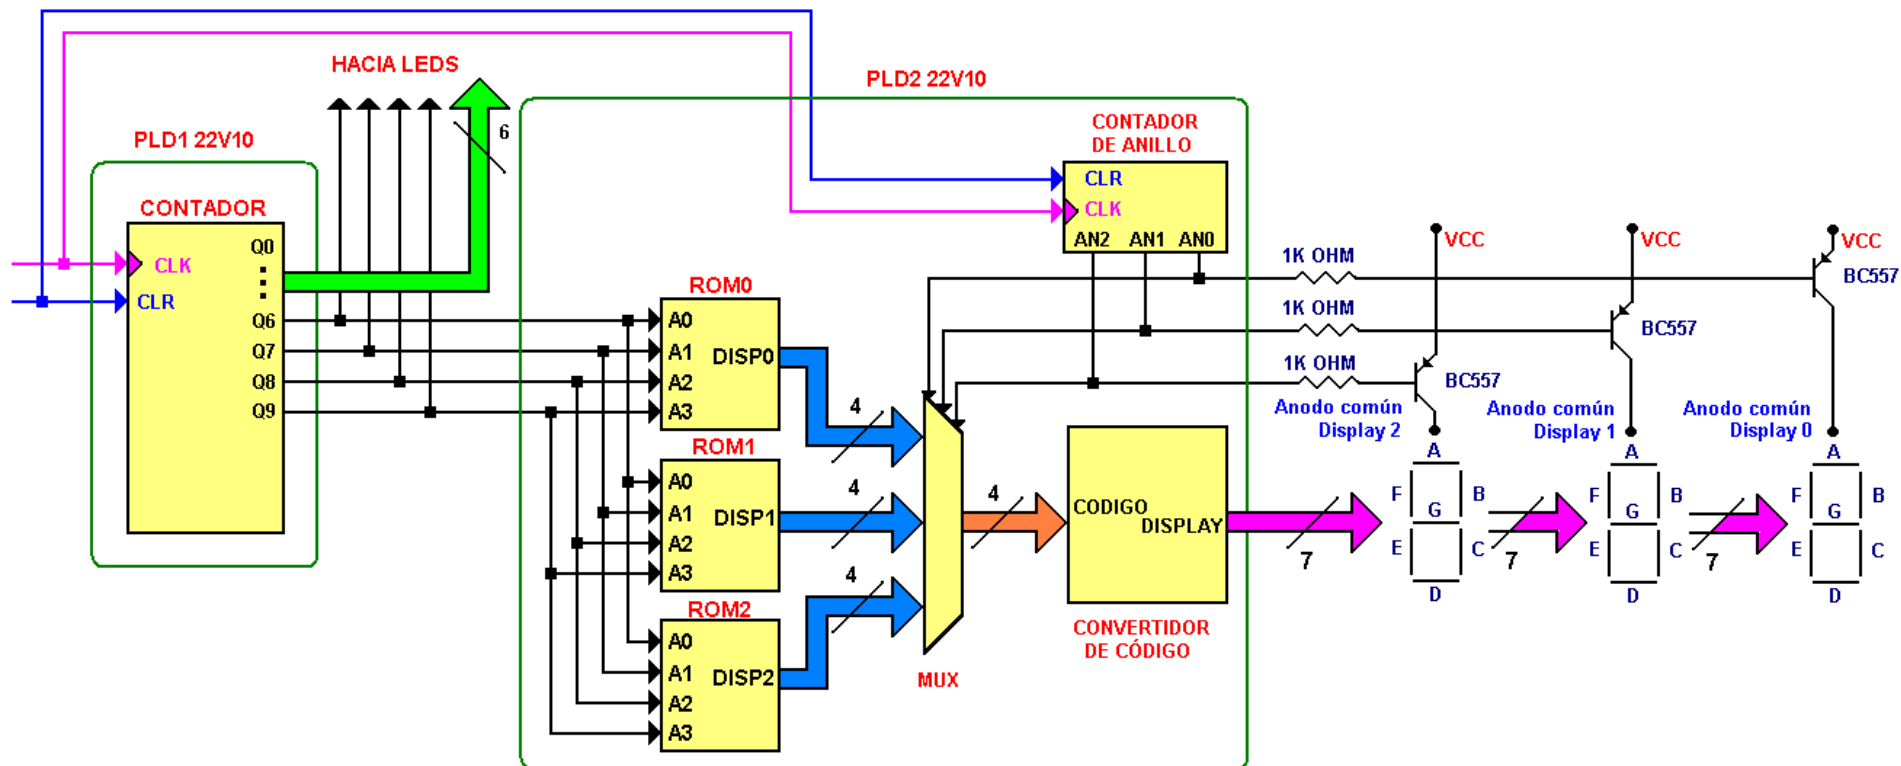

Ilustración 3 Microarquitectura 2.
- Realizar el programa de la microarquitectura mostrada en la ilustración 3. Este diseño consiste de un contador de 10 bits que se encuentra en el SPLD1. Este contador usa sus 4 bits más significativos para proporcionar la dirección a las memorias ROM que se encuentran en el SPLD2. Al usar los bits más significativos, el cambio que se da en estos bits se da a la frecuencia dada por: